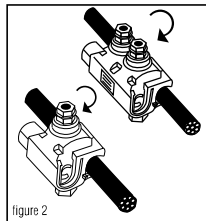

figure 2
2. Position the main (or feeder) side of the connector around the run cable and tighten the bolt finger tight. **See figure 2.** If required, loosen the bolt slightly to allow the connector to open completely. **DISASSEMBLY NOT RECOMMENDED.** The plastic "Turbo" spacer holds the connector open which eases installation and ensures proper connections.
2. Coloque el lado principal (o de alimentación) del conector alrededor del cual se hace la derivación y apriete firmemente el dedo del perno. **Vea la Ilustración 2.** Si hace falta, afloje el perno ligeramente para permitir que el conector se abra completamente. **NO ES RECOMENDABLE DESARMAR EL CONECTOR.** El espaciador "Turbo" de plástico mantiene al conector abierto, lo cual facilita la instalación y asegura que las conexiones se hagan correctamente.